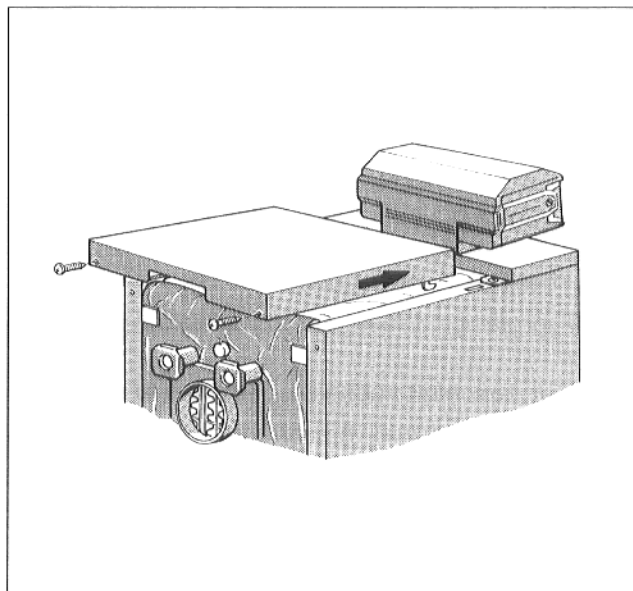

Abb. 14
- Hintere Kesselhaube auf die obere Seitenwandabkantung auflegen, nach vorne ziehen bis die beiden Haken in die Schlitz in der Seitenwandabkantung einrasten (Abb. 14).
- Hintere Kesselhaube mit 2 Blehschrauben an der Kesselrückseite verschrauben (Abb. 14).